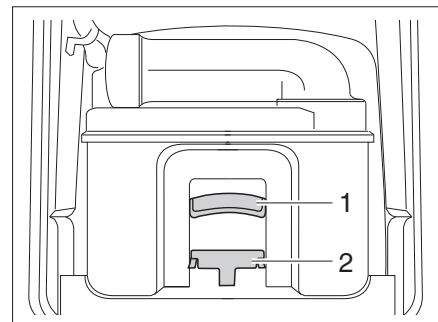

Bild 355 Thetford-kassetten
- Dra hållbygeln (Bild 355,2) framåt för att låsa upp toalett-kassetten och dra ut kassetten i handtaget (Bild 355,1).